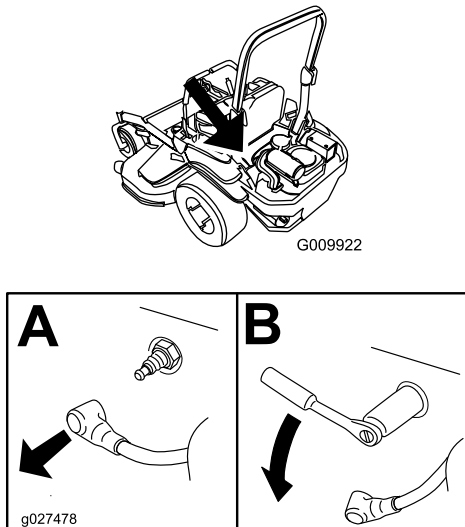

Figura 55
4. Localice y retire la(s) bujía(s), como se muestra en la Figura 55.